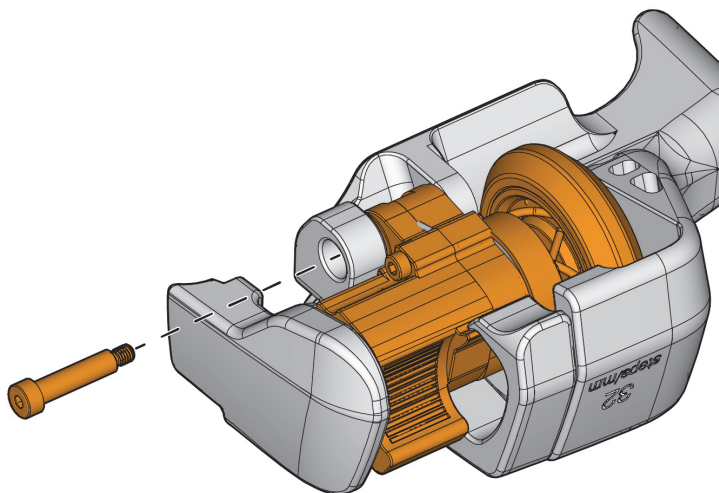

图 5-13 步进编码器总成的带肩螺钉
2. 拧松带肩螺钉，然后将其从另一侧推出（参见第79页的图 5-13）。